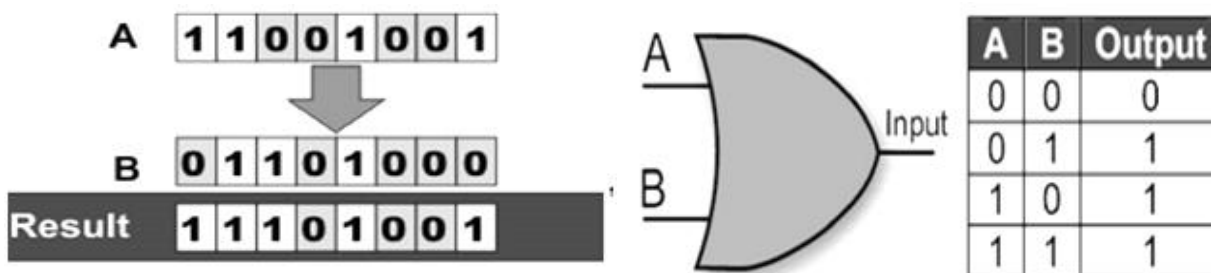

Рис. 1.15 Логический элемент ИЛИ
Подобно элементу И, элемент ИЛИ (рис. 1.15) имеет два или более входов и один выход. Логическая единица (1) будет на выходе, если хотя бы на один из входов (в нашем случае, А или В) будет подана логическая единица (1). Если на вход поступают нули (0) то и на выходе будут нули (0). Принципы программной реализации такие же, как и для элемента И.